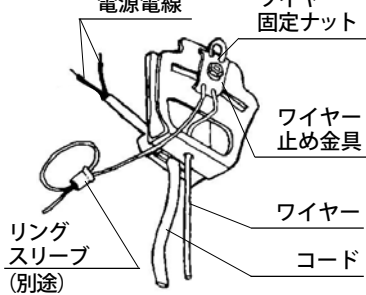

図2
- ※ この時ナットは、1つだけが少しかかるぐらいねじ込んでおくと次の工程を容易にすることができます。(図2参照)
- ※ 2つのナットを確実にしめ込んでください。(図2参照)